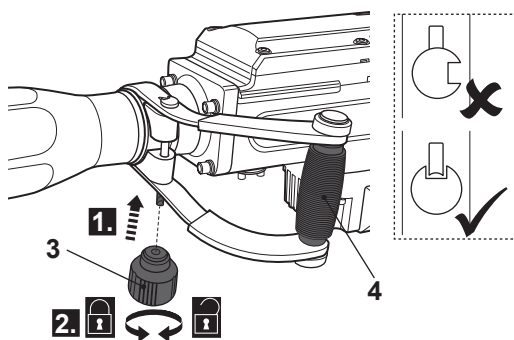

Fig. 3
- > Aliniați și înșurubați butonul mânerului (3) pe șurub.
- > Reglați mânerul auxiliar (4) la poziția de lucru dorită, astfel încât să țineți produsul în siguranță în timpul operării.
- > Strângeți butonul mânerului (3) pentru a asigura mânerul auxiliar (4) în poziție (Fig. 3).